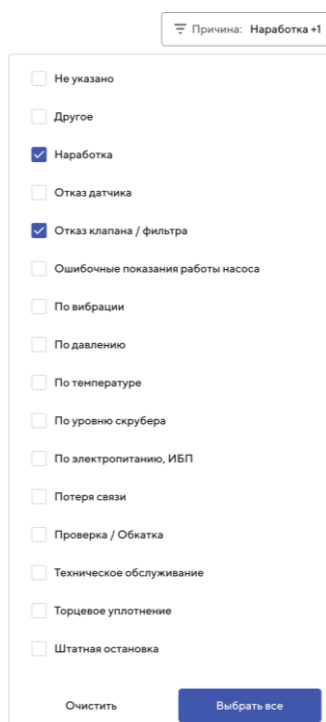

Рисунок 168 – Выпадающий список фильтра «Причина»
2. Нажмите кнопку фильтра «Причина». Откроется выпадающий список (Рисунок 168).